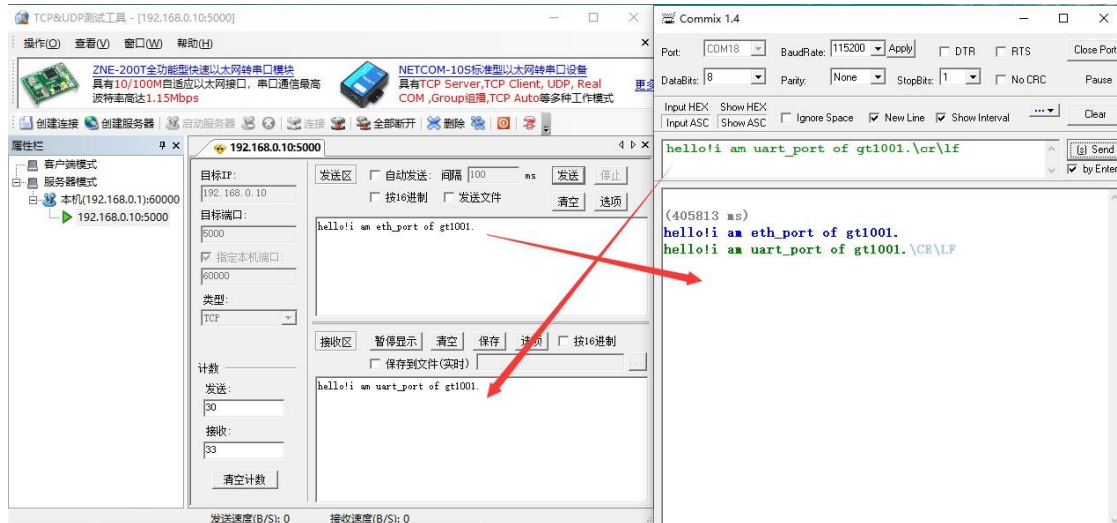

Abbildung 5-9 Netzwerk zu serieller Datenübertragungsschnittstelle
⑥ Test der Datenübertragung vom Netzwerk zum seriellen Anschluss: PC AA Netzwerk -> GT1001 Netzwerkanschluss -> GT1001 serieller Anschluss -> PC BB serieller Anschluss. Geben Sie die zu sendenden Daten in den Sendebereich des Netzwerk-Debugging-Tools auf PC AA ein und klicken Sie auf Senden, um die entsprechenden Daten auf PC AA zu empfangen, wie in Abbildung 5-9 gezeigt.